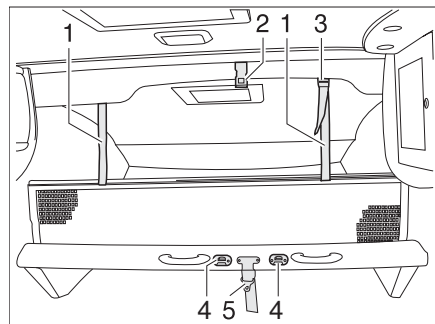

Fig. 141 Lit escamotable manuel
- Verrouiller le lit escamotable au plafond (Fig. 141,2) avec la sangle de sécurité (Fig. 141,5).
- L'échelle de montée doit être accrochée par les deux étriers aux crampillons (Fig. 141,4) se trouvant sur le lit escamotable.
- Faire s'enclencher les sangles de retenue (Fig. 141,1) dans les œillets du plafond (Fig. 141,2).
- Faire s'enclencher les sangles de retenue (Fig. 141,1) dans les œillets (Fig. 141,3) du plafond.